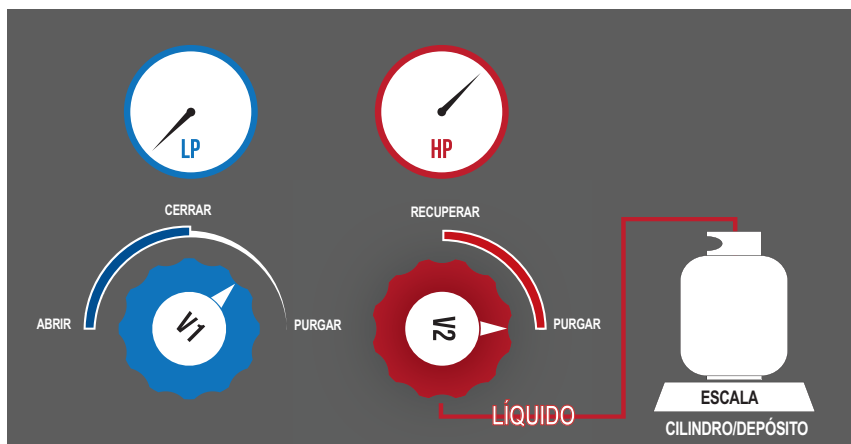

Figura 2 Procedimiento de configuración de la purga
- 12 Purgue F6-DP-250 inmediatamente. El proceso de purga es necesario para eliminar cualquier resto de refrigerante de los componentes internos de F6-DP-250, así como de la manguera que conecta la salida con el *depósito de recuperación*. Consulte a continuación la sección que explica cómo purgar F6-DP-250 y la **figura 2**.
- 1 Con F6-DP-250 desconectado, gire la válvula de PURGA/RECUPERACIÓN (V2) hasta la posición PURGE (PURGAR). Consulte la Figura 2.
- 3 Ejecute F6-DP-250 y controle el manómetro de baja presión (LP) hasta que el nivel de vacío sea igual o superior a 20 In/Hg (0.7 bar).